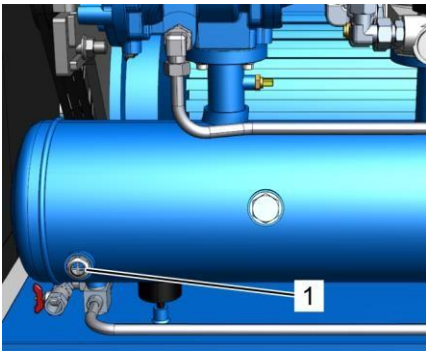

Рис. 28: Смотровое отверстие
3. Убедитесь в том, что смотровое отверстие (Рис. 28/1) полностью смочено.